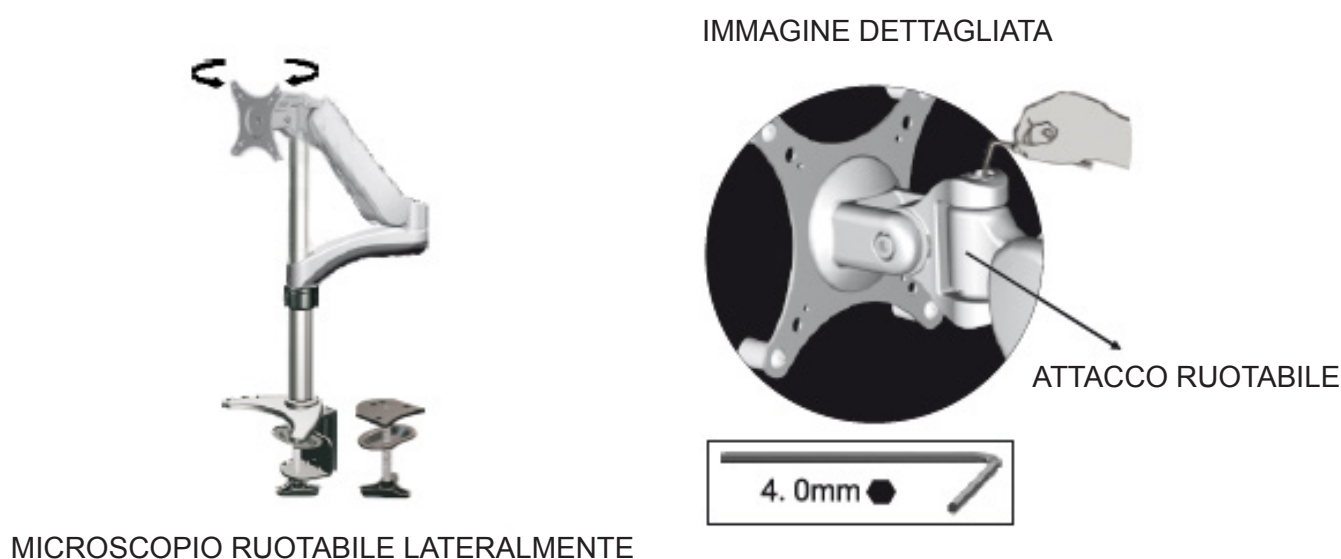

Figura 6
3. Per aumentare o diminuire la resistenza dello snodo ruotabile e permettere al microscopio di ruotare lateralmente, regolare la vite di tensione esagonale situata sul lato frontale dello snodo del braccio per fissare la posizione. (vedere Figura 6).